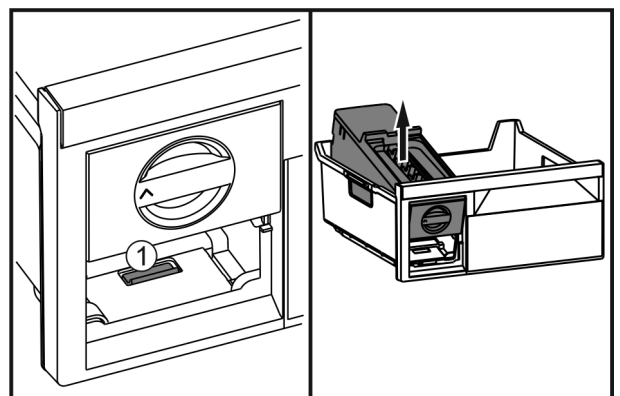

Fig. 39
- ▶ Lip *Fig. 39 (1)* indrukken, EasyTwist-Ice van achter optillen en uit de vrieslade nemen.